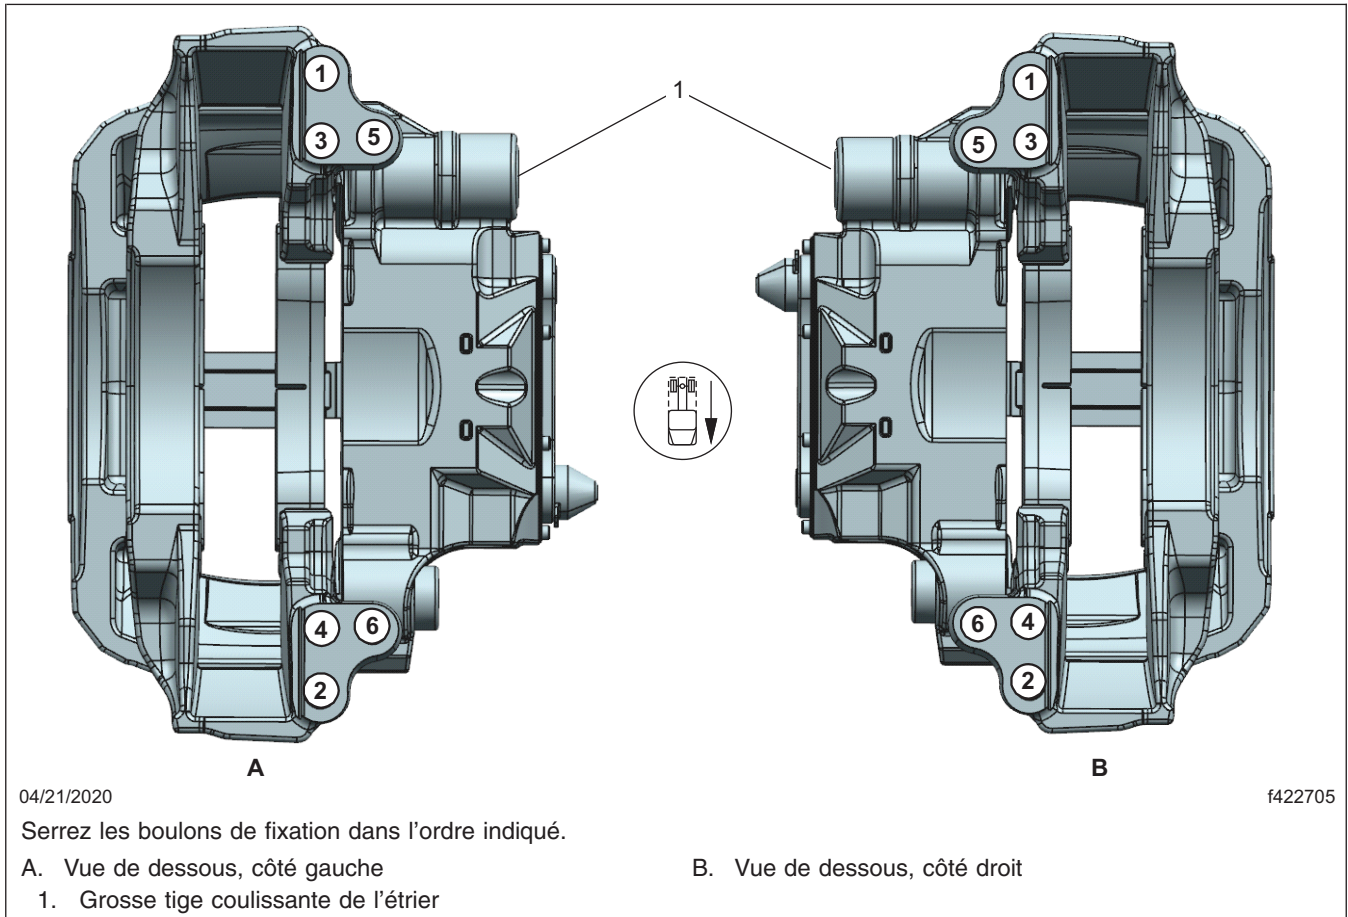

Fig. 6, Ordre de serrage, étrier Bendix à montage radial
10. Serrez les boulons de fixation du support en deux étapes, en appliquant la séquence indiquée sur la figure 6.